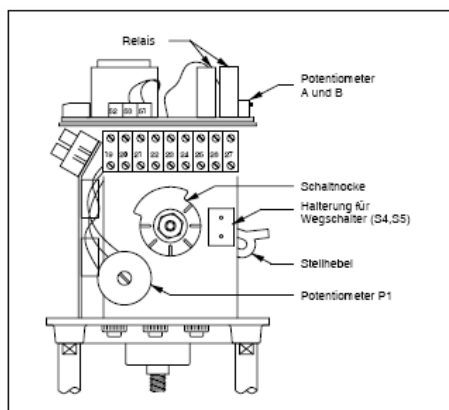

Abb.4
- Potentiometer P1 (Abb.4) gegen den Uhrzeigersinn auf Anschlag drehen.